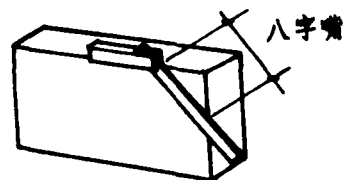

图10-1a
(1)划八字咀——砍磨出长身后,贴八字尺画出八字,注意应留够八字咀(图10-1a,b)。